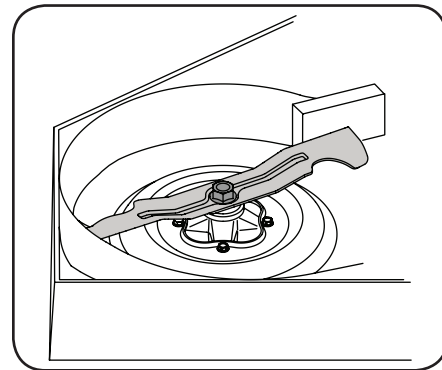

Figure 4-9
2. À l'aide d'une clé de 1 1/8", retenez l'écrou sur le haut de la fusée, puis desserrez le boulon qui fixe la lame à la fusée. Pour desserrer plus facilement l'écrou qui fixe la lame, placez un petit bloc de bois entre le plateau de coupe et le tranchant de la lame. Voir Figure 4-9.